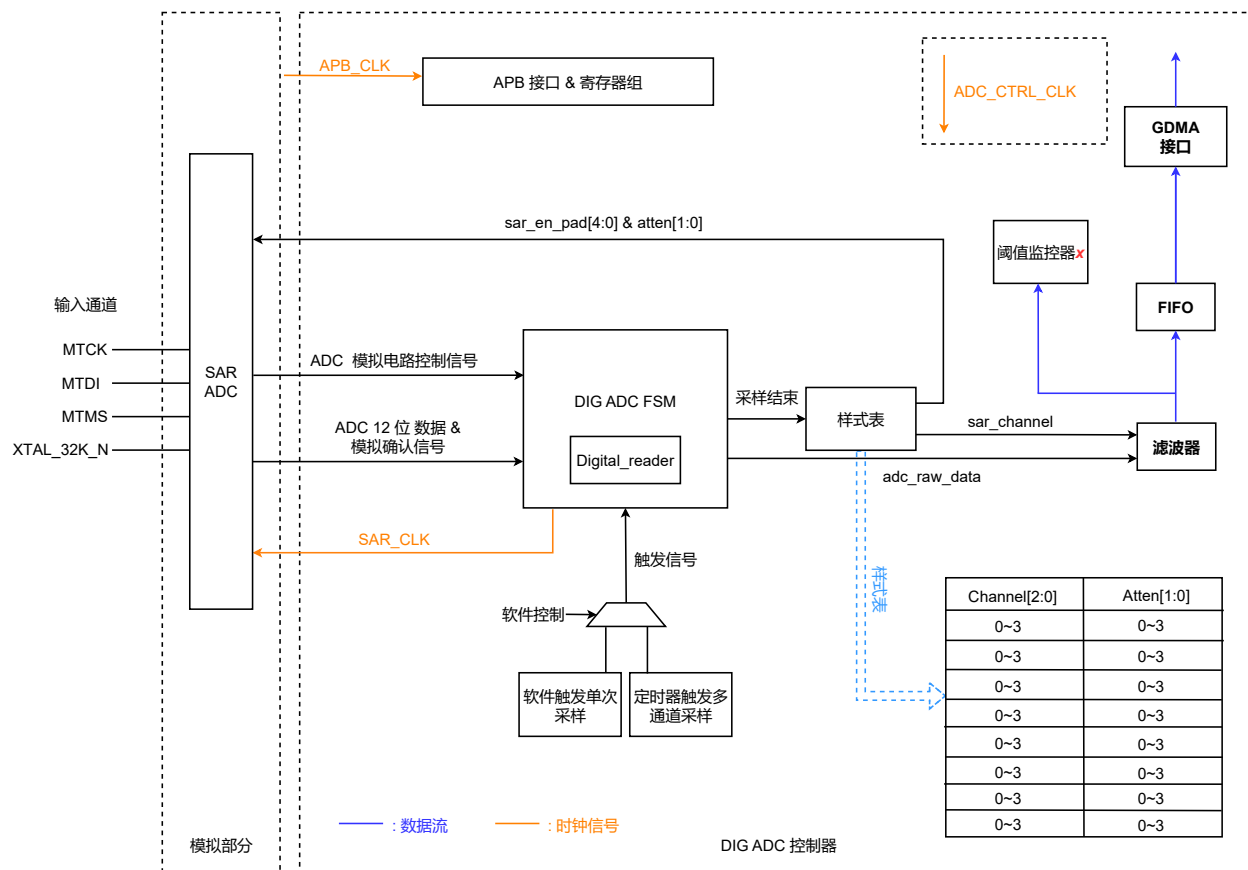

图 30.4-1. SAR ADC 结构图
SAR ADC 的主要子模块与连接情况见图 30.4-1。
根据图 30.4-1，按照从左至右、从上到下的顺序，SAR ADC 模块主要包括以下功能模块：
- 将数据传输给滤波器，然后阈值监控器通过 GDMA 将数据传输给内存（见图 30.4-1）；